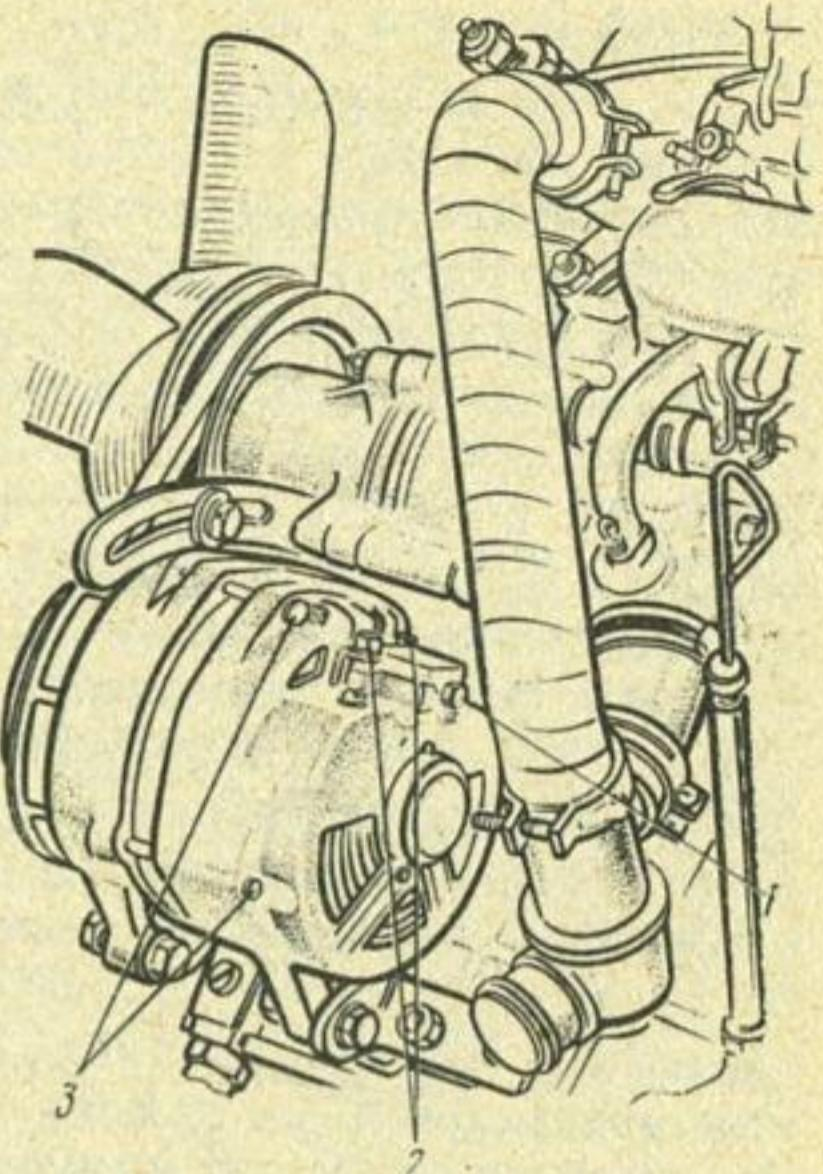

Рис. 43. Крепление генератора на двигателе:
1. Не снимая генератора с автомобиля, отверните болт 1 (рис. 43) крепления провода, идущего от реле-регулятора к генератору, и отсоедините провод.